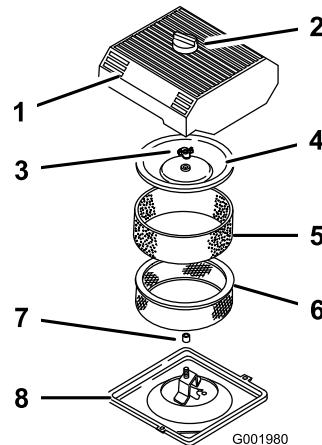

Figura 47
4. Desaperte o botão existente na parte superior do filtro de ar e retire a cobertura (Figura 47).
5. Retire cuidadosamente o filtro de esponja, passando pelo filtro de papel (Figura 47).
6. Desaparafuse a porca da cobertura e retire a cobertura e o filtro de papel (Figura 47).
1. Coloque cuidadosamente o filtro de esponja, passando pelo filtro de papel (Figura 47).
3. Coloque a porca da cobertura e aperte contra a cobertura (Figura 47).
4. Coloque a cobertura do filtro de ar e o botão (Figura 47).